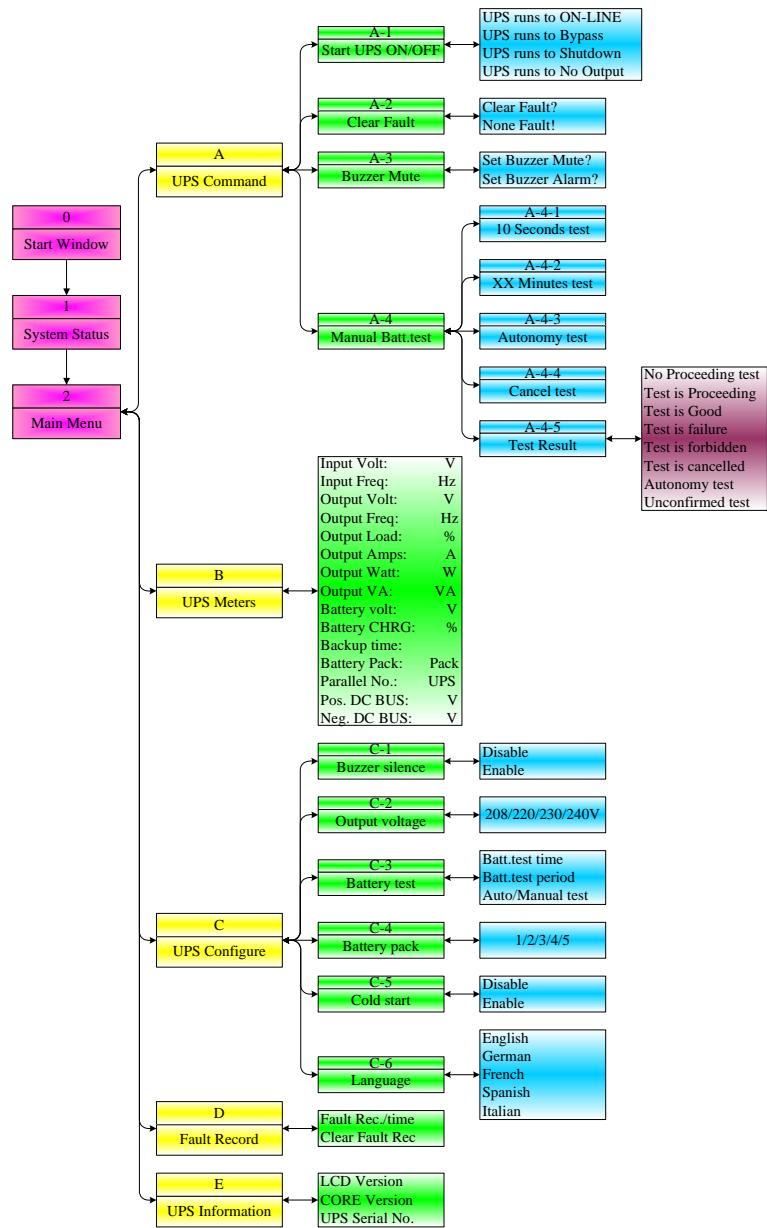

Рис. 9: Блок схема, основное и подменю
- Дисплей включает в себя нижеследующие окна. Каждое окно имеет собственный номер (см. рис.9). Нажатием кнопок “UP KEY” или “DOWN KEY” и “MENU/ENTER” можно перемещаться через различные меню.
Если происходит ошибка, ИБП автоматически переключается в обходной режим (BYPASS). Только в случае ошибки отключения аккумуляторов сохраняется исходный режим работы. Сообщение об ошибке чередуется с режимом работы ИБП раз в секунду, светится красный индикатор ошибки на передней панели и раздается постоянный звуковой сигнал. Если происходит ошибка, можно выполнить следующие действия (см. рис. 9 выше):
Устройства для параллельного подключения должны быть одного типа и одной мощности. Идентичные установки эти устройства должны быть одинаковы (если доступны). Проверьте настройки всех параллельных устройств, рис. 9 на странице 26 показывает параметры установки (подменю "UPS Configure"). Установки выходного напряжения должны быть одинаковы.